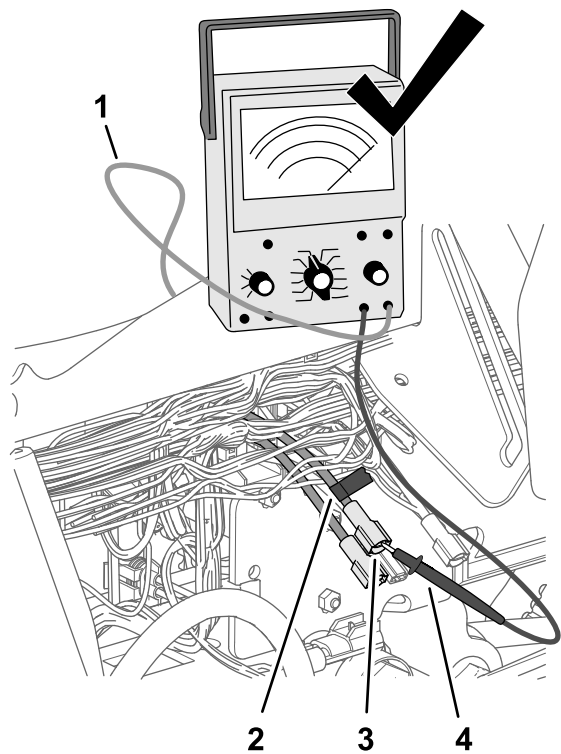

图189
4. 用一条胶带标识在步骤 3 中识别的接头和电线图189。